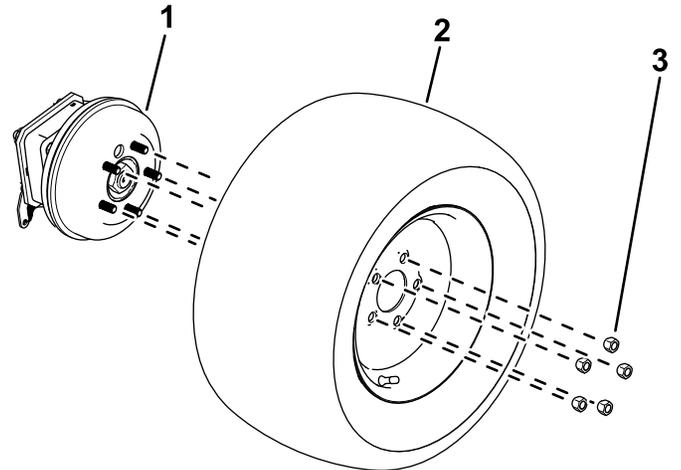

図 11
- 1. ホイールラグナットをゆるめて外す 図 11。
- 2. 各ホイールハブから車輪を取り外す 図 11。
1. 先ほど外したラグナットを使って、タイヤをホイールハブに固定する 図 11。